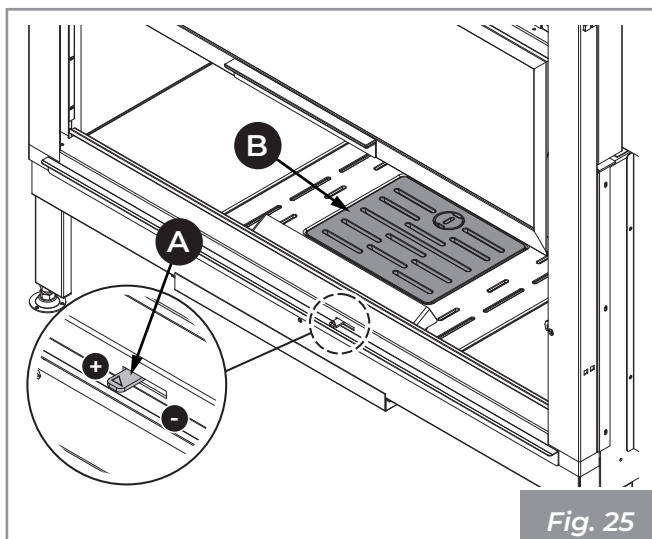

Fig. 25
- Utilizzando il guanto in dotazione, aprire al massimo (+) il registro aria primaria (A) (Fig. 25).
- Appoggiare con cautela i pezzi di legna sulla griglia focolare (B) (Fig. 25).
- Mantenere il registro aria (A) aperto per garantire una fiamma alta e luminosa.